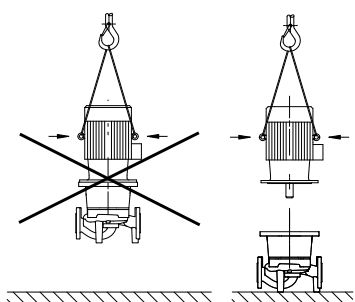

Fig. 8: Elevación del motor
- Las argollas de transporte del motor sirven sólo para el transporte del motor, no para el transporte de toda la bomba (Fig. 8).